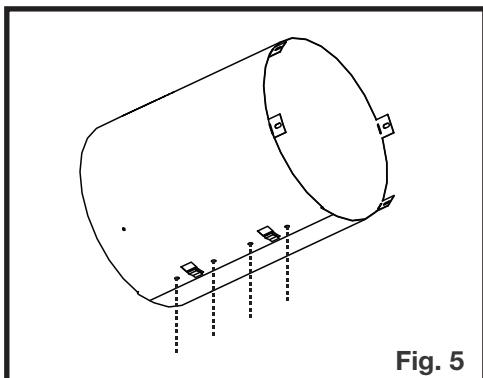

Fig. 5
2. Assurez-vous que les deux extrémités s'alignent et fixez les extrémités avec des agrafes et des attaches (**Figure 5**).